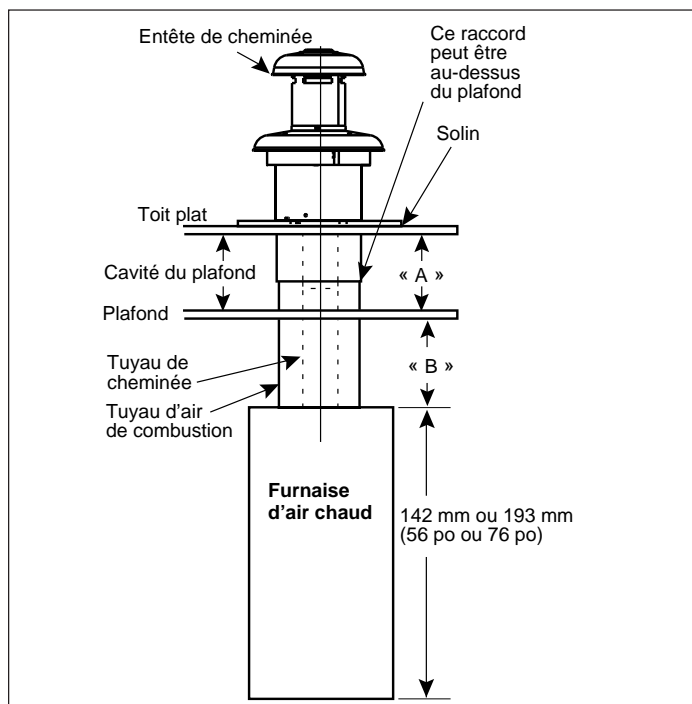

Figure 6. Entête de cheminée
- Déterminer la profondeur de la cavité du toit, du centre de l'ouverture sur la toiture au centre de l'ouverture dans le plafond (voir dimensions « A », figure 6).
- Déterminer la hauteur du plafond et soustraire la hauteur du fournaise d'air chaud (voir dimension « B », figure 6).